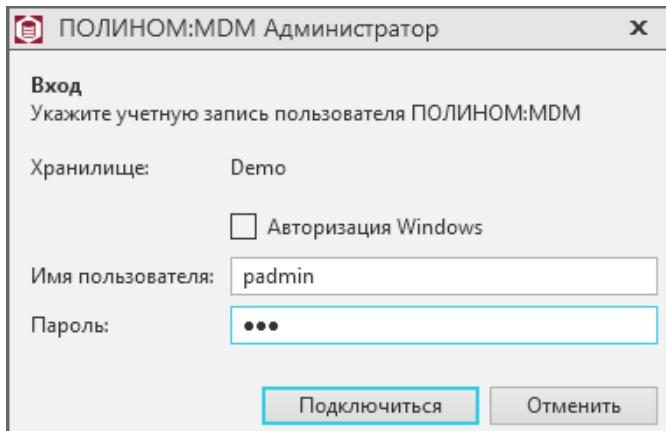

Рис. 3.31
- В открывшемся окне выберите способ авторизации (рис. 3.31). Нажмите кнопку **Подключиться**.